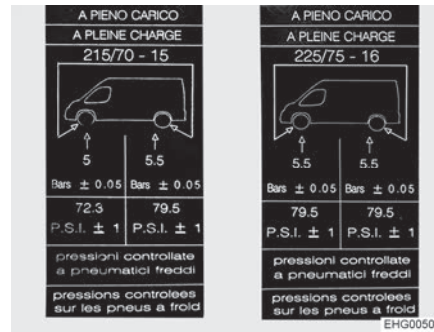

Fig. 169 Autocollant d'indication de la pression des pneus sur le montant B (exemple)
- ▷ Les autocollants indiquant la pression de pneus nécessaire sont apposés sur le côté intérieur du montant B (voir Fig. 169).